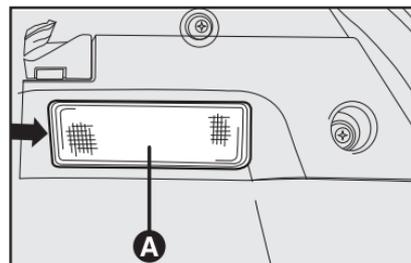

fig. 31
PLAFONIERA DO PORTA-MALAS - fig. 31 e 32
- extrair a plafoniera **A-fig. 31** forçando
- montar a plafoniera **A-fig. 31**, introduzindo-o na sua correta posição, primeiro de um lado e depois no outro lado até perceber o bloqueio.